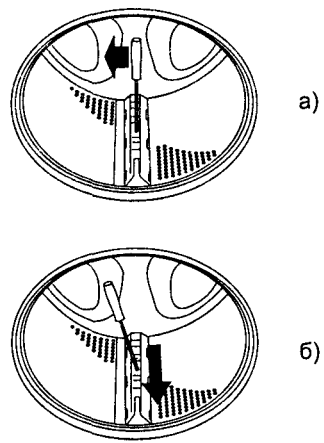

Рис. 3.14.16. Демонтаж накладки барабана для очистки бака стиральной машины
На рис. 3.14.16 показаны операции, выполняемые при удалении мелких предметов, которые могут попасть в бак стиральной машины через отверстия перфорации в стенках барабана. С этой целью снимают одну из имеющихся на внутренней стенке барабана накладок для захвата белья. Для демонтажа накладки используют отвертку или подобный инструмент:
- вставляют отвертку в середину отверстия на накладке и слегка нажимают на ручку отвертки влево (рис. 3.14.16, а);
- придерживая одной рукой лопасть, приподнимают ее на себя (рис. 3.14.16, б);